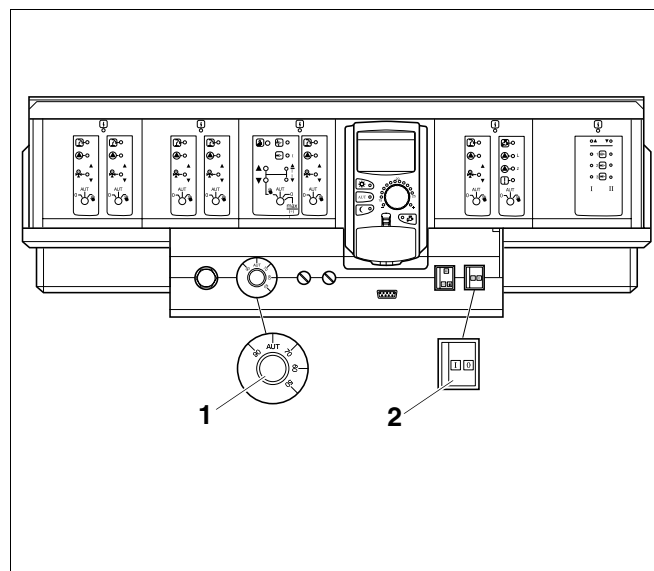

Рис. 3 Система управления Logamatic 4000
Включите отопительный котел на системе управления рис. 3. При включении системы управления запустите горелку в автоматическом режиме. Затем горелка может стартовать от системы управления. Дальнейшую информацию по этому вопросу Вы найдете в соответствующей инструкции по эксплуатации системы управления.
- Установите пусковой выключатель (рис. 3, **поз. 2**) в положение "I" (Вкл).
- Установите регулятор температуры котловой воды (рис. 3, **поз. 1**) в положение "AUT". Для поддержания постоянной температуры установите нужную температуру (минимум 65 °C).
- Установите пусковой выключатель (рис. 3, поз. 2, страница 7) в положение "0" (ВЫКЛ.)
- Установите пусковой выключатель на системе управления (рис. 3, поз. 2, стр. 7) в положение "0" (Выкл.).
- Спустя примерно три секунды переведите пусковой выключатель на системе управления (рис. 3, поз. 2, стр. 7) в положение "I" (Вкл.).